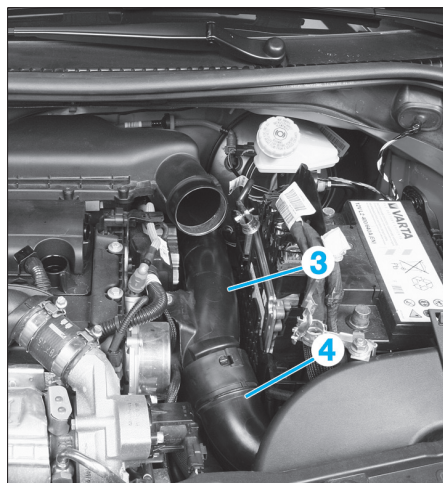

Fig. 63
- le déflecteur d'air (2),
- la fixation (3) et le résonateur d'admission (4) (Fig.63).